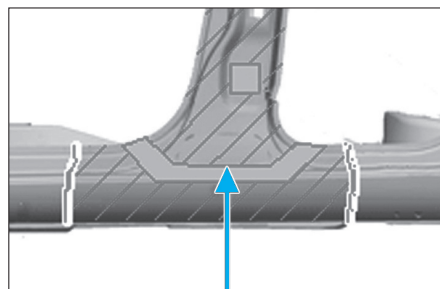

FIG. 60
- Placer les pièces en mousse permettant d'insonoriser le bruit dans l'habitacle (Fig.60).